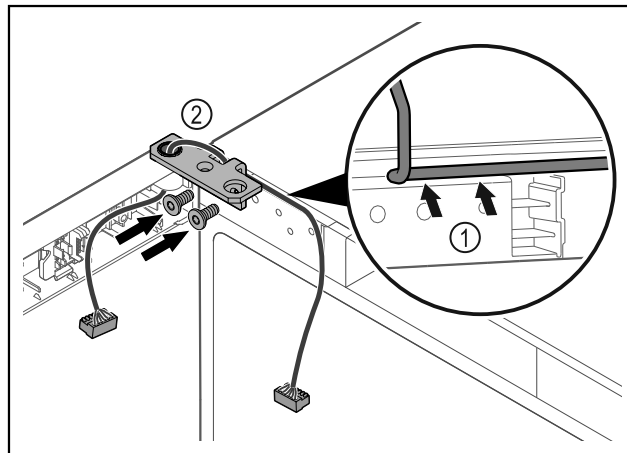

Fig. 47
- ▷ Läg kabeln genom gångjärnsfästets urtag och dra den försiktigt Fig. 47 (1).
- ▷ Skruva fast gångjärnsfästet Fig. 47 (2).